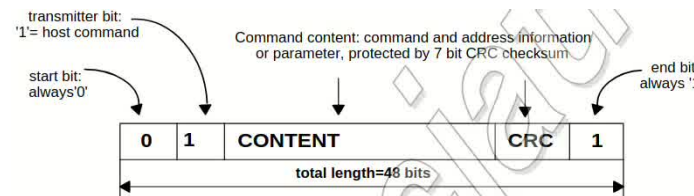

图 5: 命令令牌格式
命令令牌的编码如下图 5 所示. 每个命令令牌由一个起始位 (0) 开始以一个结束位 (1) 跟随. 总长度 48 位, 每个令牌由 CRC 位保护, 这样传输错误可以被检测和传输重复.